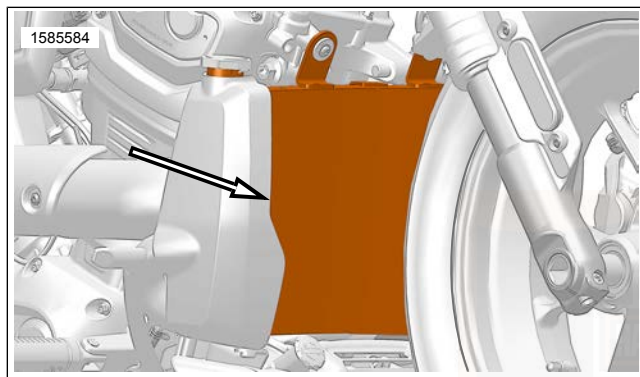

Abbildung 71. Kühler (typisch)
1. Siehe Abbildung 71. Ablagerungen von den Kühlerlamellen entfernen.